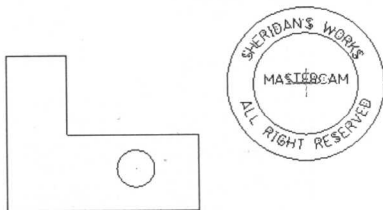

图 1-13
- **选择插入位置** ：在工作条中单击这个按钮，接着用鼠标在需要放置插入图形的位置确定放置点，如图 1-13 所示，随之，插入的图形便移动到确定的位置。